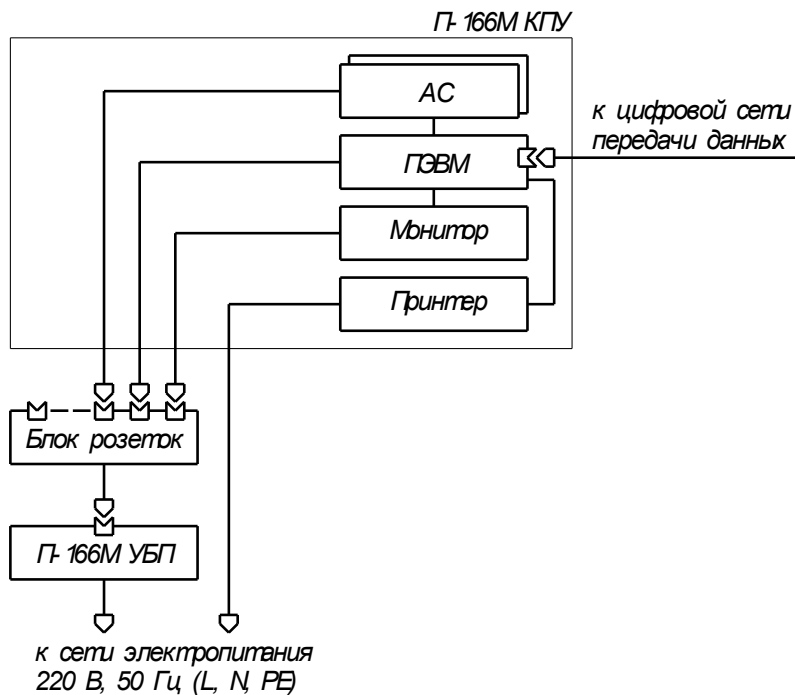

Рисунок 1.1 - Схема подключения СЧ изделия
- провести монтаж соединительных кабелей согласно схеме подключения изделия (рисунок 1.1) без подключения П-166М УБП и принтера изделия к сети переменного тока напряжением 220 В, частотой 50 Гц;